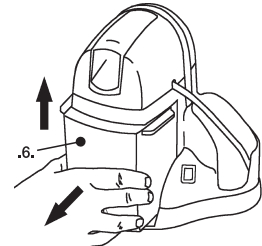
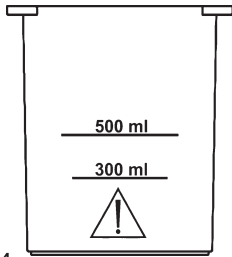
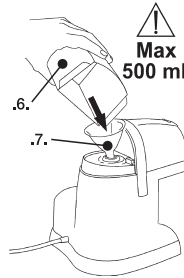

Fig. 3
Fig. 4
Fig. 5
- 3.3** La caldaia può essere riempita sia con acqua demineralizzata oppure con acqua potabile di rubinetto, utilizzando come dosatore la vaschetta di recupero (.6.) (fig. 3) riempiendola fino al livello da 300 ml per 1 applicazione (1 bottiglia da 1 litro Max di acqua termale), o da 500 ml per 2 applicazioni consecutive (2 bottiglie da 1 litro Max di acqua termale) (fig.4). Versate l'acqua nella caldaia tramite l'imbuto (.7.) in dotazione (fig. 5). L'utilizzo dell'acqua potabile di rubinetto comporta una maggiore attenzione, frequenza e cura nella manutenzione di pulizia dell'apparecchio (vedi punto 4. PULIZIA)